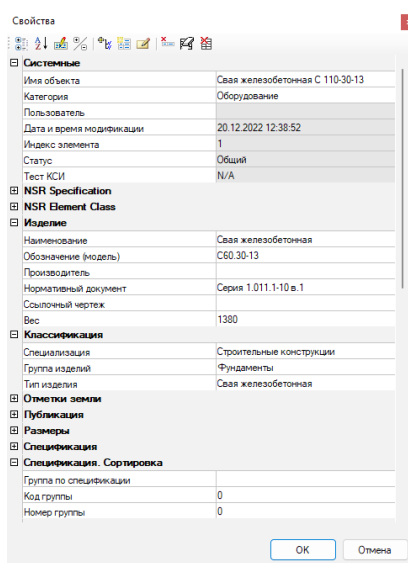
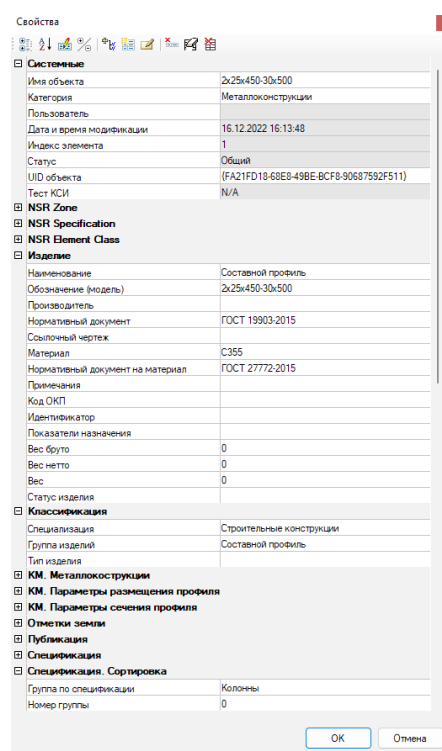

Рис. 5. Свойства объекта
Рис. 6. Свойства объекта
4) Отсутствие единообразия в описании объектов ЦИМ. Отличается как набор параметров, так и формат заполнения значений. Причем речь идет исключительно о параметрах, которые содержат информацию об имени объекта и его роли в ЦИМ. Вот пример хорошего описания – см. рис. 5. Тут указано наименование (*Свая железобетонная*) и даже есть раздел классификации с указанием принадлежности к глобальной группе *Строительных конструкций*, и конкретизация, свидетельствующая, что объект является частью *Фундамента*. А вот другой пример из той же ЦИМ (рис. 6). Здесь уже довольно сложно разобраться, с каким объектом мы имеем